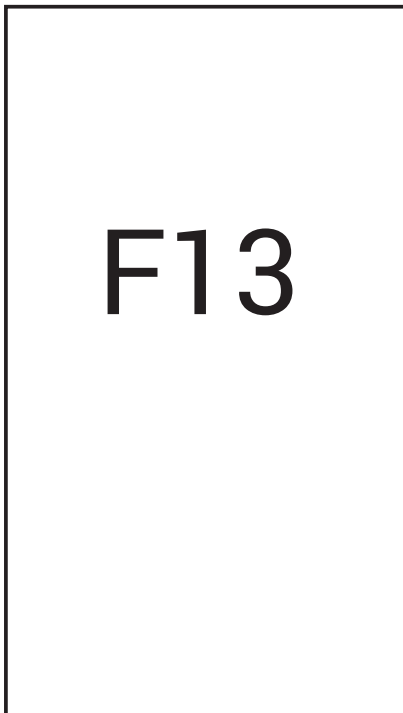

fig. 4
**Storing type F (fig. 4):** Storing die automatisch wordt gereset na oplossing van het probleem.